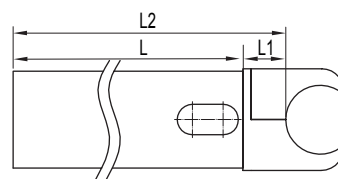

Рис. 12
Укрупненные фиксаторы положения для креплений в форме “клешни” (Рис. 12) крепление втулкой мм 43 (L), белый крепление втулкой мм 43 (L), хромированный крепление втулкой мм 63 (L), белый крепление втулкой мм 63 (L), хромированный крепление втулкой мм 83 (L), белый крепление втулкой мм 83 (L), хромированный крепление втулкой мм 103 (L), белый крепление втулкой мм 103 (L), хромированный крепление втулкой мм 123 (L), белый крепление втулкой мм 123 (L), хромированный крепление муфтованием см 30, белый Для различных инсталляционных решений предусмотрены 5 фиксаторов положения, заменяющие оригинальные фиксаторы креплений в форме “клешни”: крепление муфтованием см 30 и версия крепления с помощью втулки. L : mm 43 - 63 - 83 - 103 - 123 L1: 17 mm (ATTCHELA4; ATTCE430) - 17÷ 27 mm (ATTCEBAD; ATTVELACO; ATTCHEDUB/ ATTDUBLE1; ATTCE235; ATTCHELA5; ATTCEBAC) - 30 mm: (ATTDUBLT5) - 30 ÷ 41 mm: (ATTDUBLT6) L2: расстояние от стены трубы радиатора	ATTPR043 01 ATTPR043 50 ATTPR063 01 ATTPR063 50 ATTPR083 01 ATTPR083 50 ATTPR103 01 ATTPR103 50 ATTPR123 01 ATTPR123 50 ADISTMU30 01